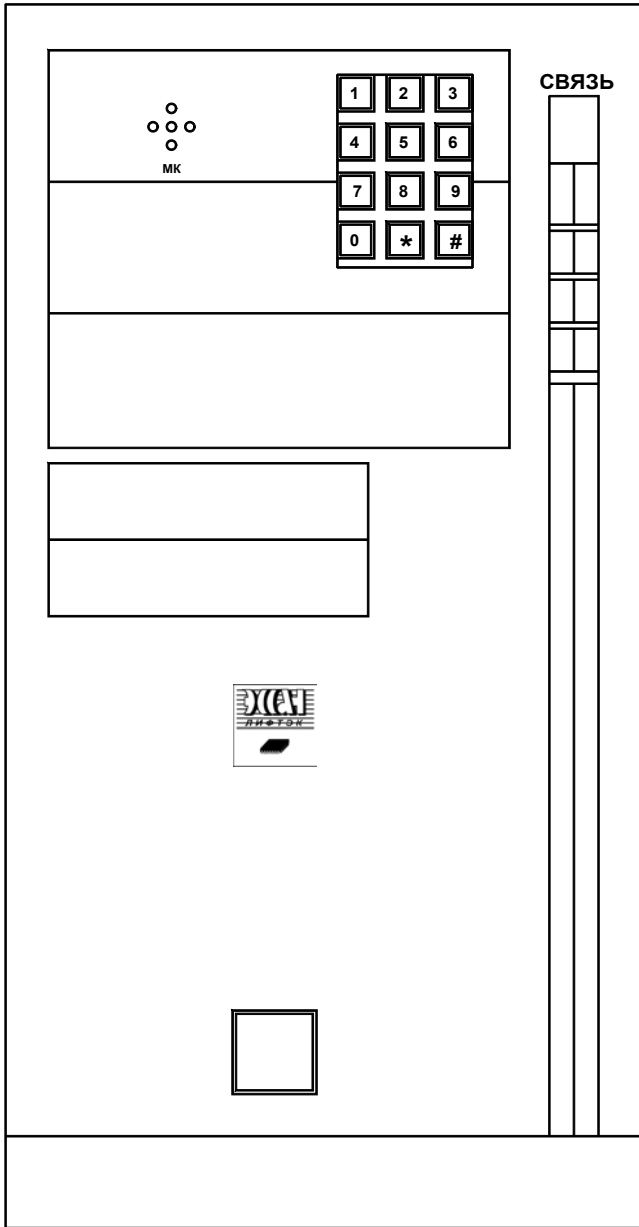

Рис.3 Внешний вид лицевой панели центрального пульта. где:
2.1.3.2. Подключите болт заземления на корпусе ЦП к контуру заземления. Подключите разъем шнура питания к ЦП, а сетевую трех полюсную вилку этого шнура к соответствующей заземленной трех полюсной розетке. После подключения линий связи согласно ИКЦ465213.010-10 Э4 и включения питания выключателем на передней панели, ЦП готов к работе. Вид лицевой и задней панелей ЦП приведен на рис.3,4.